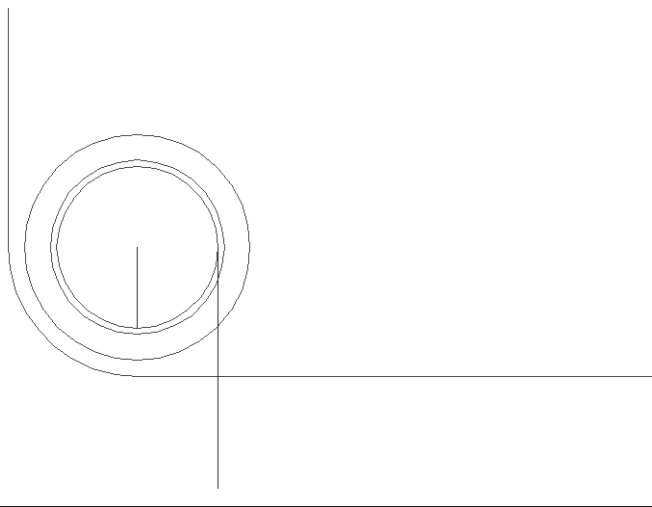

Рис. 9.7 ▼ Две вертикальные линии начерчены
2. Используя инструмент С линиями (Line), режим ОРТО (ORTHO) и режим привязки Квадрант (Quadrant), проведите вниз вертикальную линию, начинающуюся от крайней правой точки внутренней окружности, а также еще одну вертикальную линию от центра окружности до ее нижнего квадранта (рис. 9.7).
3. Запустите инструмент Массив (Array) (например, введя в командном окне mc (AR)).